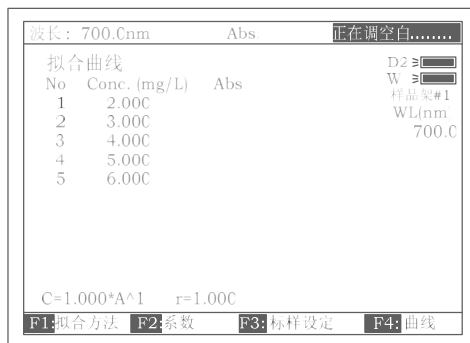

图 32
b. 参比液拉入光路后按【0Abs/%100T】,仪器将分别走到选定的波长(根据选定的校正方法不同可能是单波长,双波长或三波长)处并调空白。图 32 示。